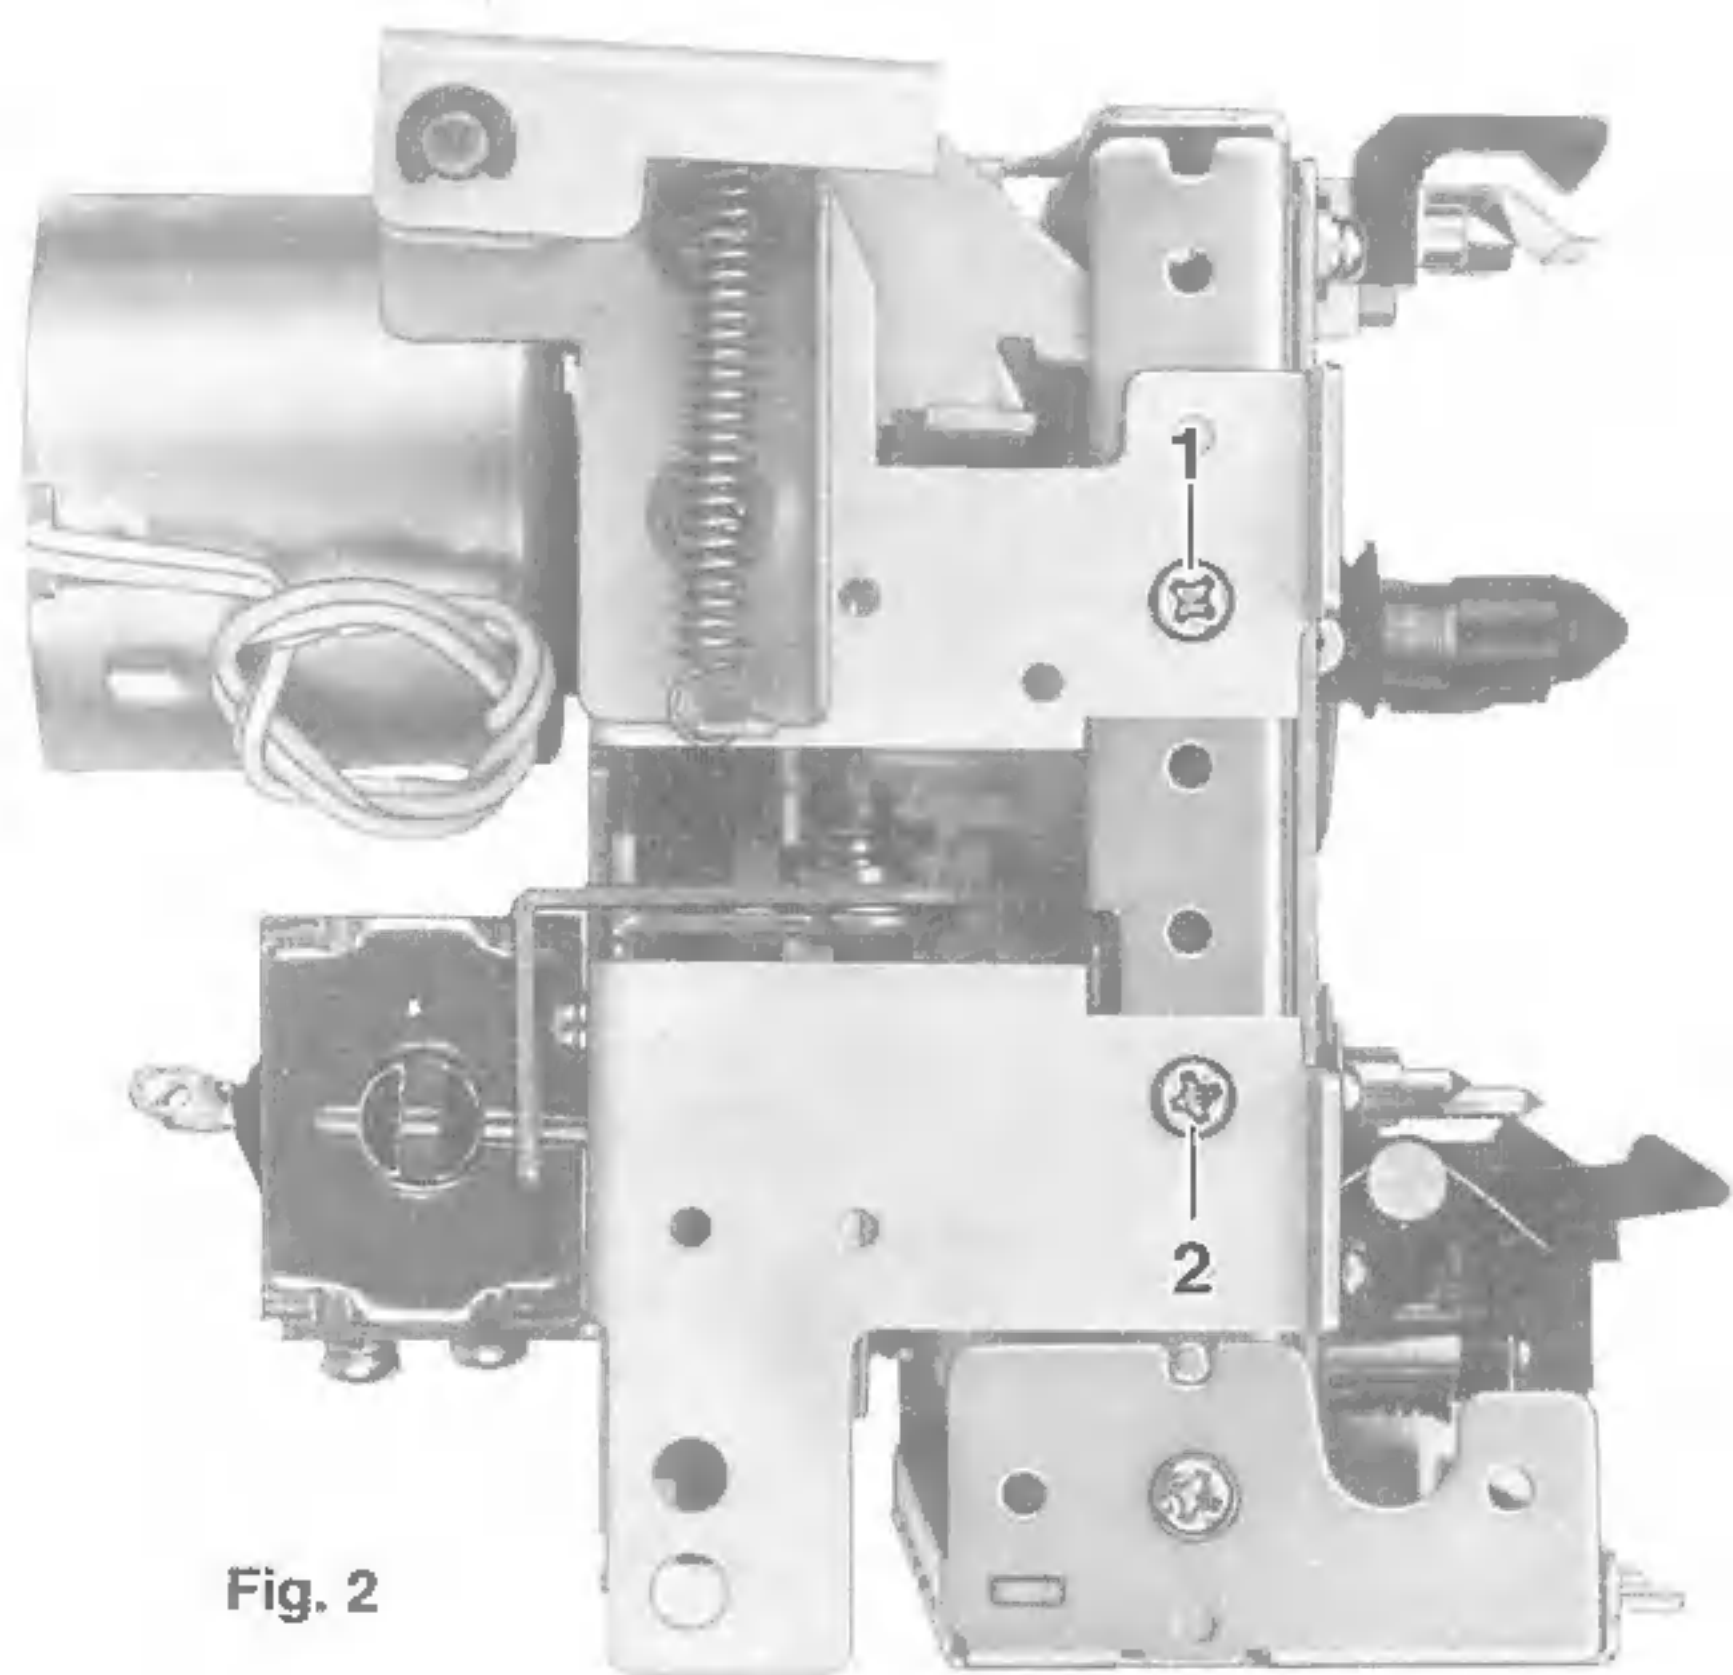
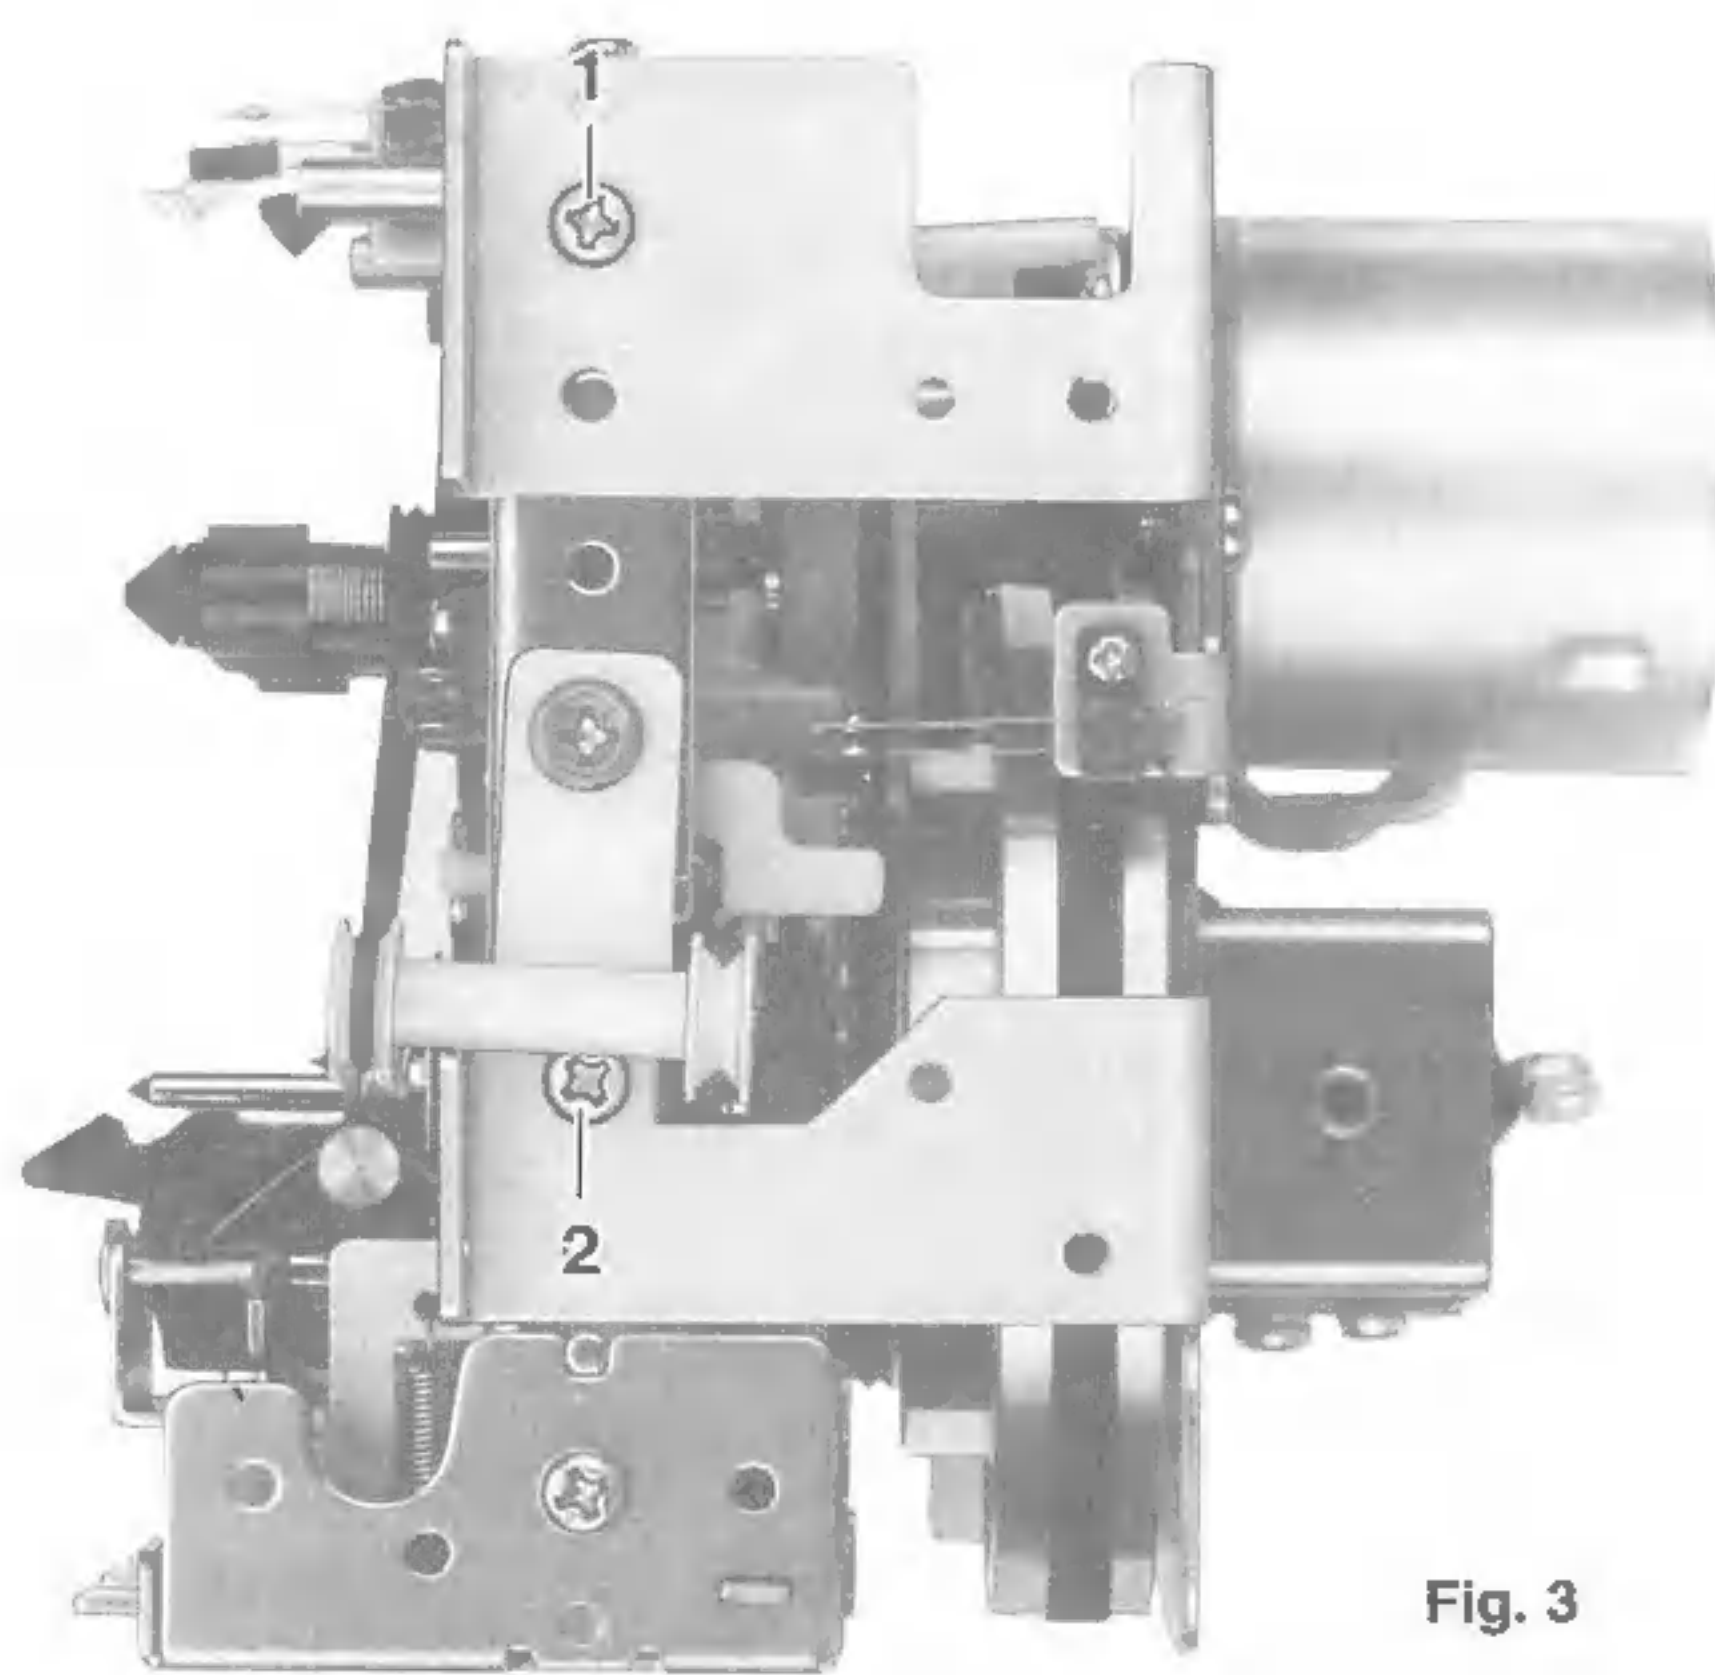

Fig. 2
Fig. 3
- Die Schrauben 1, 2, Fig. 2 sowie 1, 2, Fig. 3 entfernen.
- Remove the drive mechanism in accordance with item 1.
- Remove screws 1, 2, Fig. 2 and 1, 2, Fig. 3.